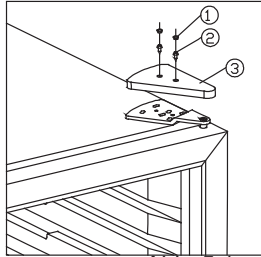
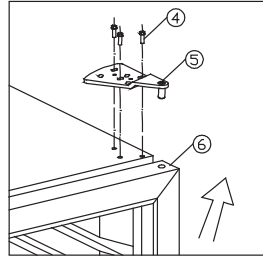
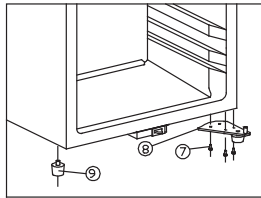
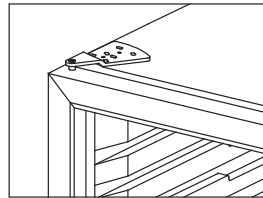

Abb. 5.1
Abb. 5.2
Abb. 5.3
Abb. 5.4
- Die Gummipfropfen (1) abmontieren. Siehe Abb. 5.1
- Die Schrauben (2) und die Scharnierabdeckung (3) entfernen
- Die 3 Schrauben (4), die das obere Scharnier festhält, abmontieren und das obere Scharnier abheben (5) **TÜR UNTERSTÜTZEN!** Siehe Abb. 5.2
- Die Tür (6) abheben und den Schrank auf den Rücken legen
- Die 3 Schrauben (7), die das untere Scharnier festhält (8). Siehe Abb. 5.3
- Den Gehäusefuß (9) vom Schrank abmontieren und auf der entgegengesetzten Seite wieder montieren
- Das untere Scharnier auf der linken Seite mit den 3 Schrauben montieren (7)
- Oberes Scharnier, Scharnierabdeckung und Gummipfropfen montieren. Siehe Abb. 5.4.